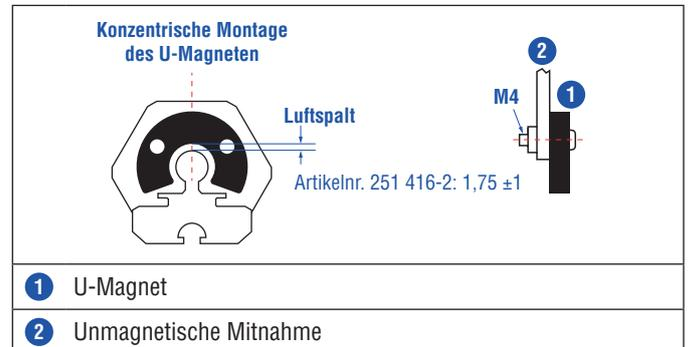
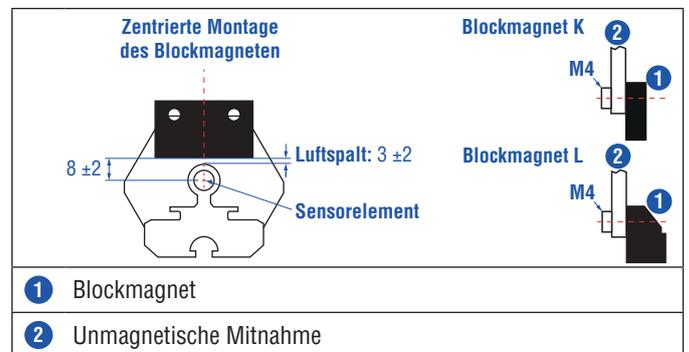

Abb. 13: Montage U-Magnet (Artikelnr. 251 416-2)
Abb. 14: Montage Blockmagnet K (Artikelnr. 251 298-2) und Blockmagnet L (Artikelnr. 403 448)
- Montieren Sie Blockmagnete zentriert über dem Messstab oder dem Sensorprofil. Maximal zulässigen Luftspalt nicht überschreiten (Abb. 13/Abb. 14).